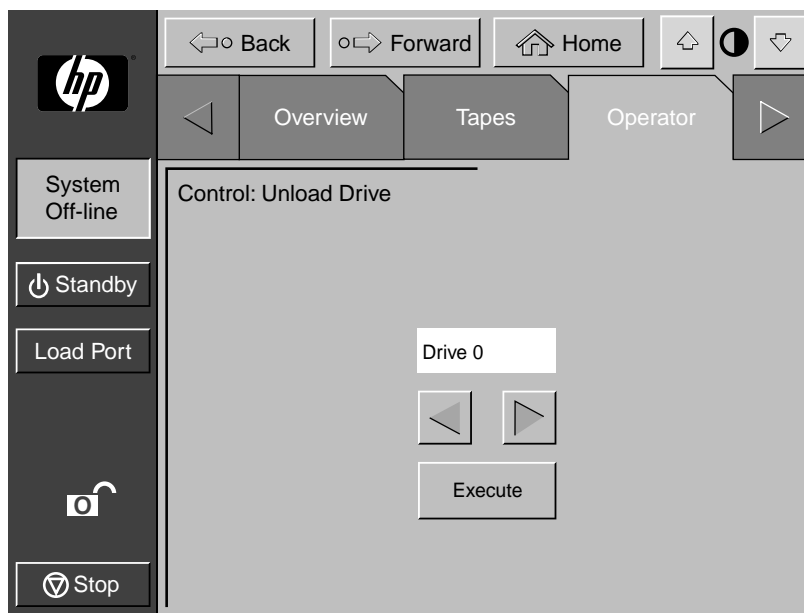

図4-8: [Control: Unload Drive]画面
1. [Operator]画面で、[Unload Drive]ボタンを押します。コントロールパネルに[Control: Unload Drive]画面が表示されます（図4-8を参照）。